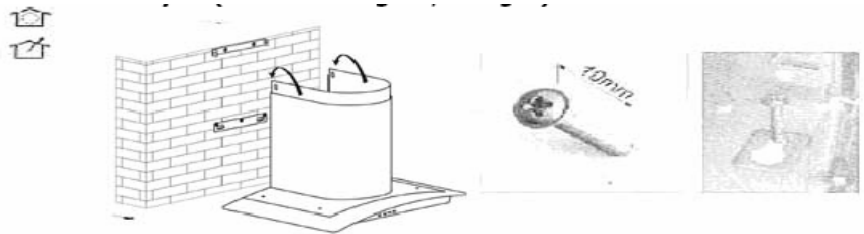

Fig. 4
4. Zet in de gaten de uitrekbare blokjes (pluggen) en schroef de hulpschroeven met de helft erin (zie fig. 4).